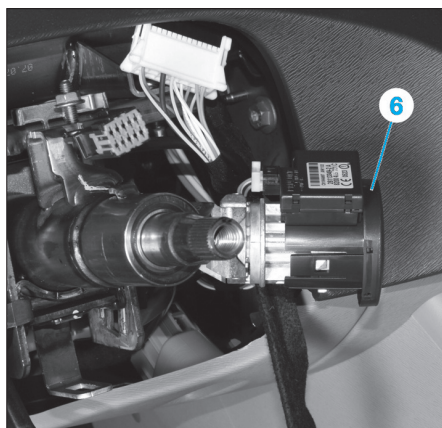

Fig. 5
- Déposer le transpondeur antidémarrage (6) (Fig.5).